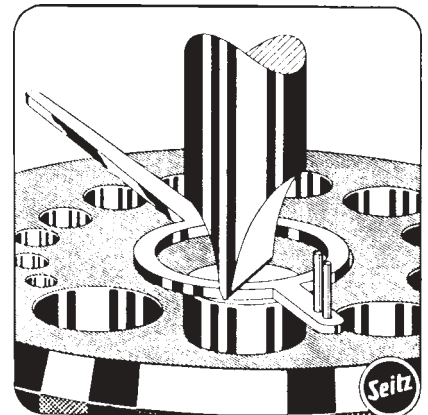

Abb. 50
d) In fertigen Uhren sind unaufgesprengte Rückerzeiger so gut wie gar nicht anzutreffen. Bei der Ersatzteillieferung dagegen kann es vorkommen. Da diese Rückerzeiger immer gehärtet sind, ist ein Aufsägen schwierig, wenn nicht unmöglich. Am einfachsten kann diese Arbeit mit dem Meißelpunzen erledigt werden. Es ist ratsam, die Stelle, an der der Meißelpunzen aufgesetzt werden soll, mit einem Arkansas Messerstein zu markieren (Abb. 50). Die Wirkung ist die gleiche wie beim Glasschneiden. Das Material trennt sich an der markierten Stelle. Aus